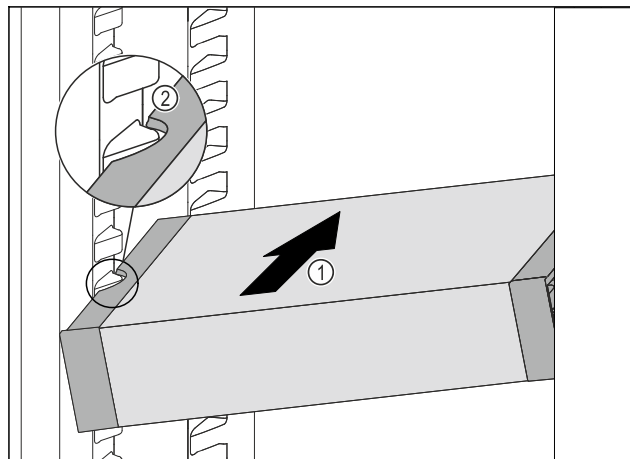

Fig. 156
- Futni pjerrtas VarioSafe në pjesën e ftohjes Fig. 156 (1), derisa foletë anësore Fig. 156 (2) të VarioSafe të jenë në lartësinë e brinjëve të kutisë në pjesën e ftohjes.